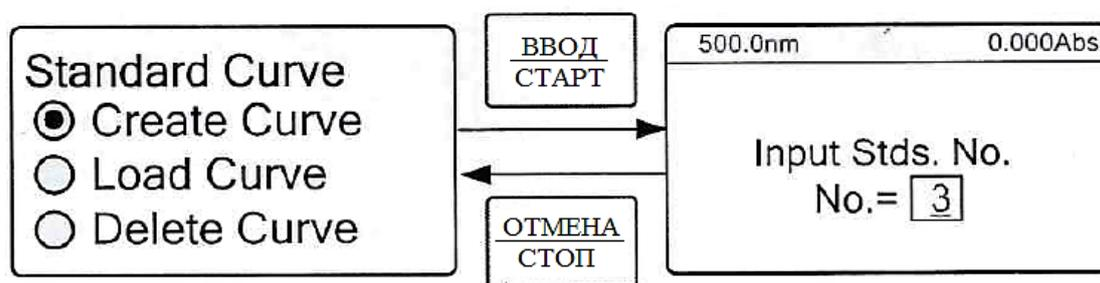

Рисунок 11. Окно выбора числа стандартных растворов.
2.4.2.3. Для создания нового градуировочного графика выберите с помощью кнопок “▲” и “▼” строку “Create Curve” и нажмите кнопку “ВВОД/СТАРТ”. В появившемся окне на дисплее (рис. 11) спектрофотометр предложит задать количество растворов, по которым будет строиться градуировочный график. Задайте нужное значение с помощью кнопок “▲” и “▼”, подтвердите действие нажатием кнопки “ВВОД/СТАРТ”.